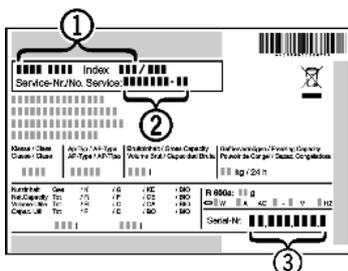

Fig. 12
▶ Leggere la denominazione dell'apparecchio Fig. 12 (1), il n° assistenza Fig. 12 (2) e il n° di serie Fig. 12 (3) sulla targhetta identificativa. La targhetta identificativa è situata all'interno dell'apparecchio, sul lato sinistro.
▶ Informare il servizio di assistenza e comunicare il difetto, la denominazione dell'apparecchio Fig. 12 (1), il n° assistenza Fig. 12 (2) e il n° di serie Fig. 12 (3).